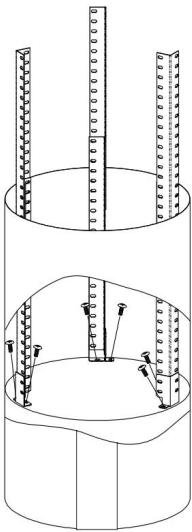

Рис. 4
6. Використовуючи 6 гвинтів M4X10, закріпіть металевий кутник на корпусі витяжки та встановіть розширювальну трубу. Див. рис. 4 і 5.